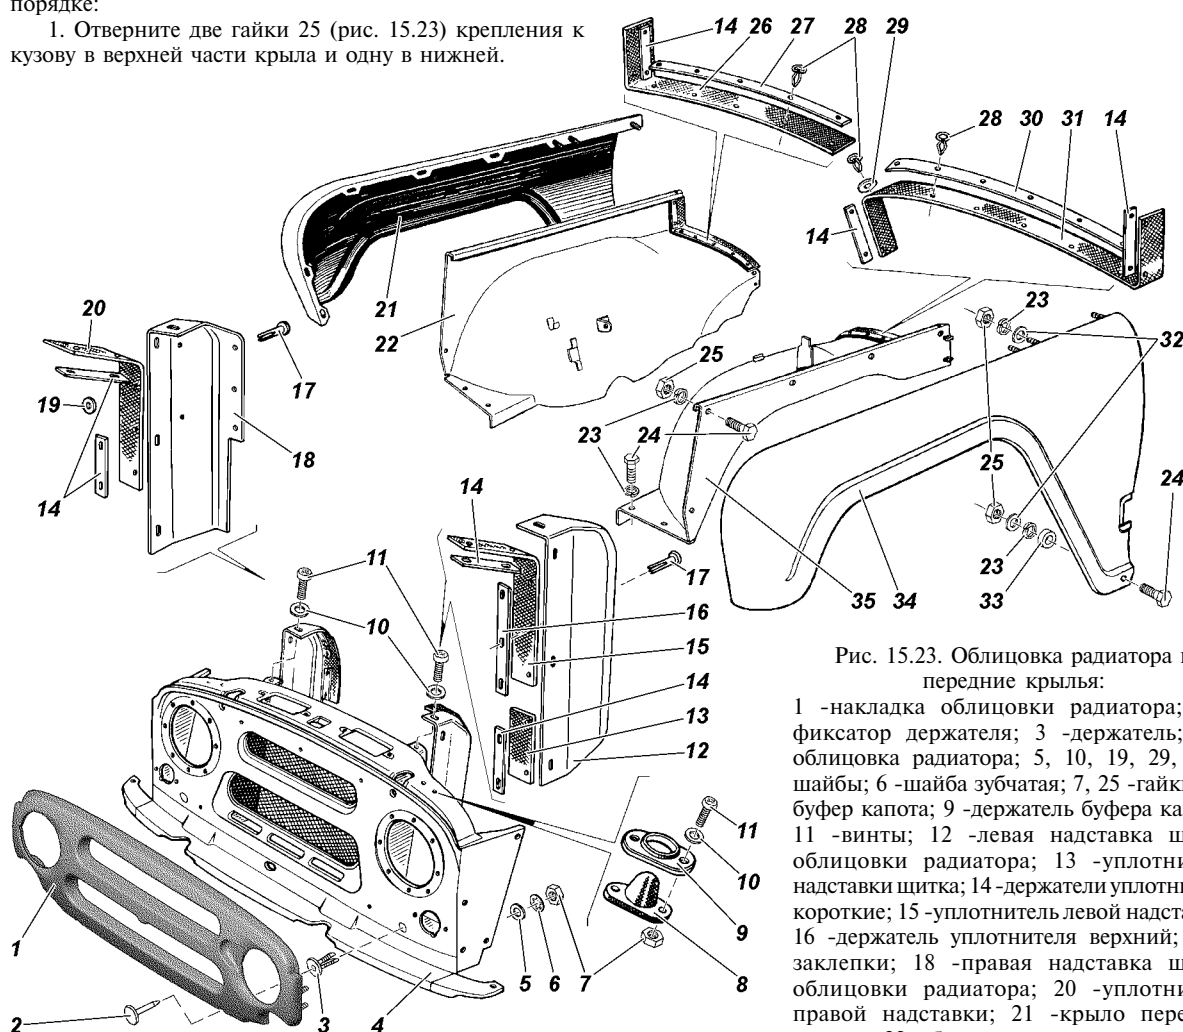

Рис. 15.23. Облицовка радиатора и передние крылья:
1. Отверните две гайки 25 (рис. 15.23) крепления к кузову в верхней части крыла и одну в нижней.